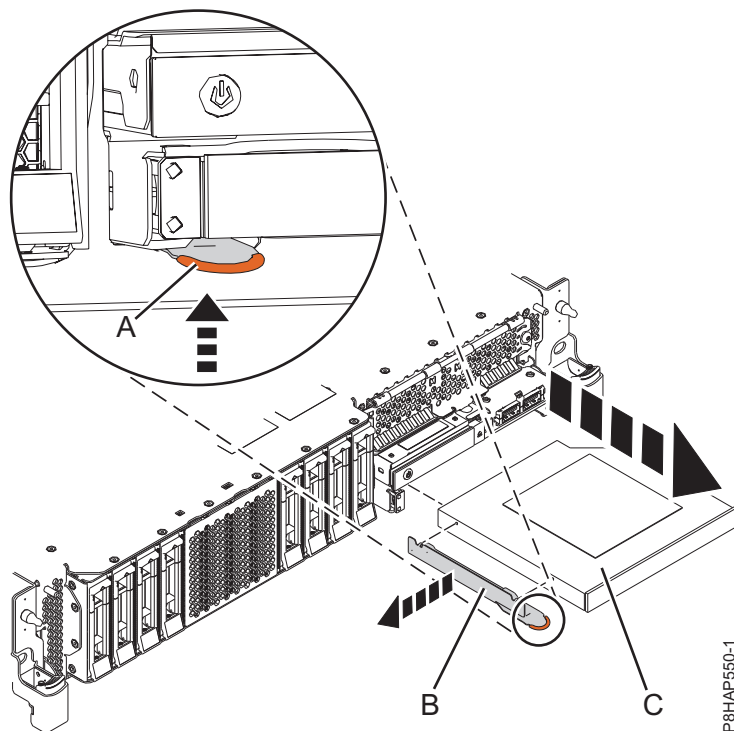
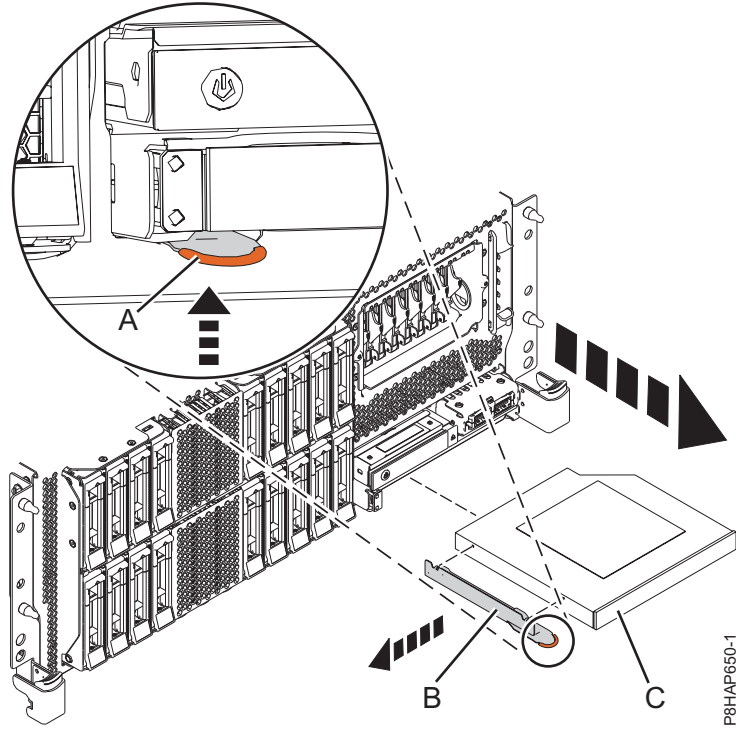
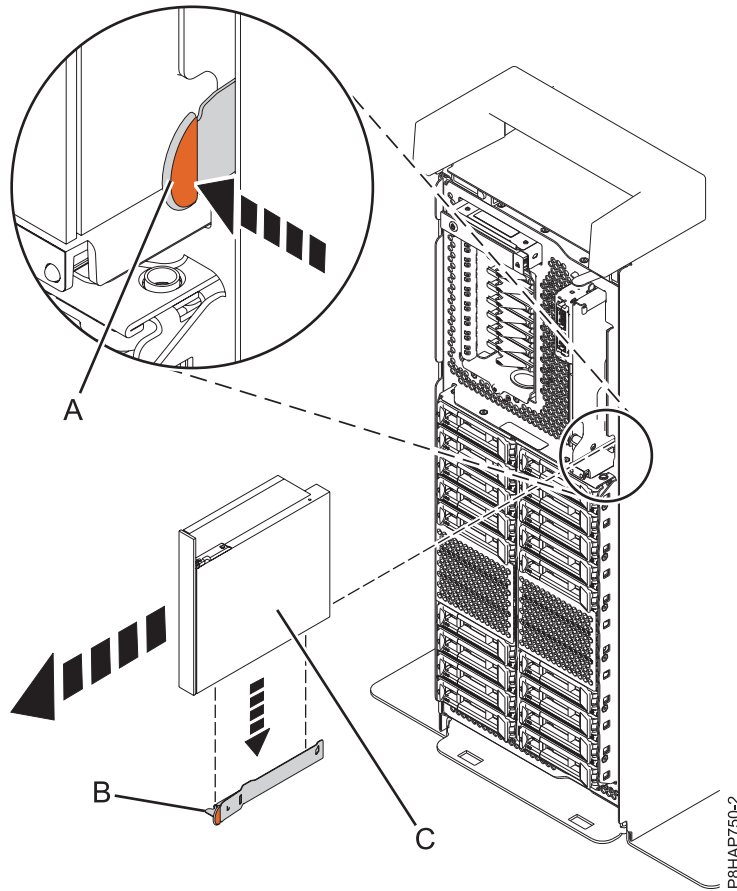

Figura 30. Extracción de un dispositivo de soporte extraplano de un sistema 8284-21A o 8284-22A
Figura 31. Extracción de un dispositivo de soporte extraplano de un sistema 8286-41A o 8286-42A montado en bastidor
Figura 32. Extracción del dispositivo de soporte extraplano de un sistema autónomo
Para un sistema 8284-21A o 8284-22A, consulte la Figura 30; para un sistema 8286-41A o 8286-42A montado en bastidor, consulte la Figura 31 en la página 41; o bien, para un sistema 8286-41A autónomo, consulte la Figura 32 en la página 42.
6. Tire del dispositivo de soporte extraplano (C) para extraerlo del sistema, en la dirección que se muestra en Figura 30 en la página 40, la Figura 31 en la página 41 o la Figura 32.
7. Si va a extraer el dispositivo de soporte extraplano como parte de otro procedimiento de servicio, no extraiga la abrazadera de retención (B) del dispositivo de soporte extraplano.
8. Si está extrayendo el dispositivo de soporte extraplano anómalo y sustituyéndolo por un nuevo dispositivo de soporte extraplano, debe extraer la abrazadera de retención (B) para utilizarla con el nuevo dispositivo de soporte. Extraiga la abrazadera de retención sujetándola por el punto de contacto de color terracota y tirando hacia fuera del dispositivo de soporte como se muestra en la Figura 30 en la página 40, la Figura 31 en la página 41 o la Figura 32.
9. Guarde la abrazadera de retención (B) en un lugar seguro.